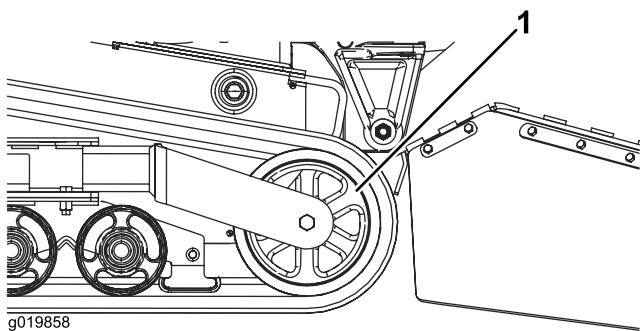

図 49
5. テンショニングホイールを機体後方に向けて押して一杯まで移動させる 図 49。
7. テンショニングホイールから外れたら、機体から取り出す 図 49。